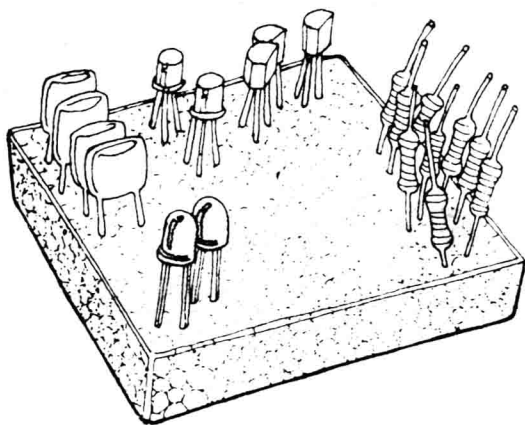

图14
(3) 元件的引脚和连接导线要以顺时针方向绕在螺丝上, 这样当你拧紧螺丝时不会将元件的引脚或导线松开。另外元件的引脚和连接导线要留有一定的余地, 以免过紧后将引脚从元件中拉出, 损坏元器件。
(4) 在拧螺丝前最好先用锥子或钉子在电子万能板上钻一个小洞, 以方便拧紧螺丝并保证螺丝拧在应有的位置上。
(5) 安装时元器件的引脚不宜多弯曲, 特别是二极管和三极管多弯曲后引脚容易折断。
(6) 为了不使元件丢失, 你可以找一块废旧的泡沫塑料板, 如图14那样将元件插在泡沫塑料板上以待安装时使用。